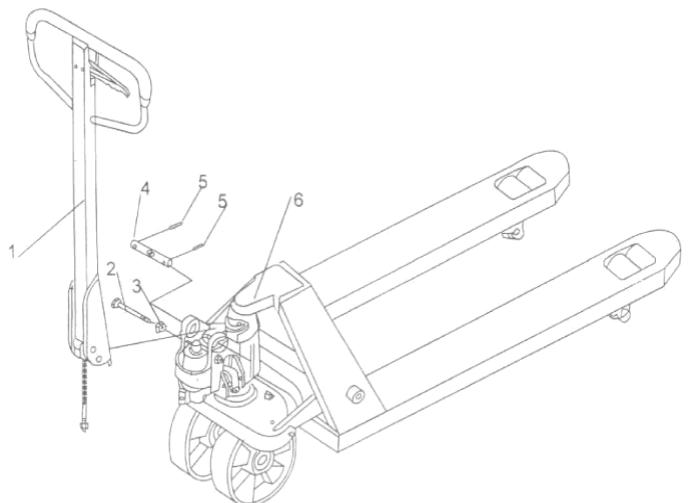

Fig. 5 Assemblaggio del timone
- c) Premere il braccio del timone verso il basso; estrarre la spina (2, Fig. 5).
- d) Impostare la leva di comando del timone sulla posizione di SOLLEVAMENTO, quindi sollevare la piastra della leva con la spina (2, Fig. 5) e inserire il bullone di regolazione nella scanalatura anteriore della piastra della leva. Nota: tenere il dado di regolazione sotto la piastra della leva.
- e) Utilizzare un martello per inserire il secondo perno di centraggio (5, Fig. 5) nel secondo foro dell'asse. Il timone è ora assemblato alla pompa.